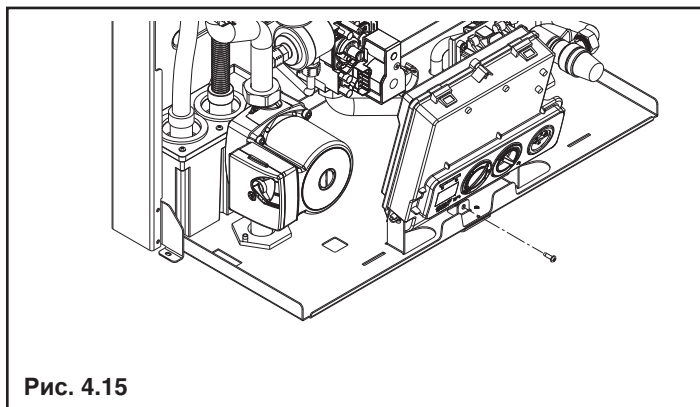

Рис. 4.15
- отвинтите крепёжный винт, затем поверните панель управления на себя (рис. 4.15)